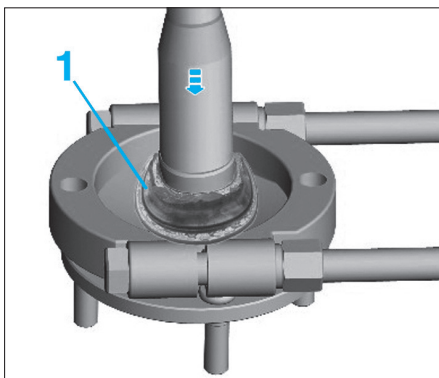

Fig. 16
- A l'aide d'un extracteur approprié et d'une presse hydraulique, extraire la bague intérieure (1) sur le moyeu (Fig.16).